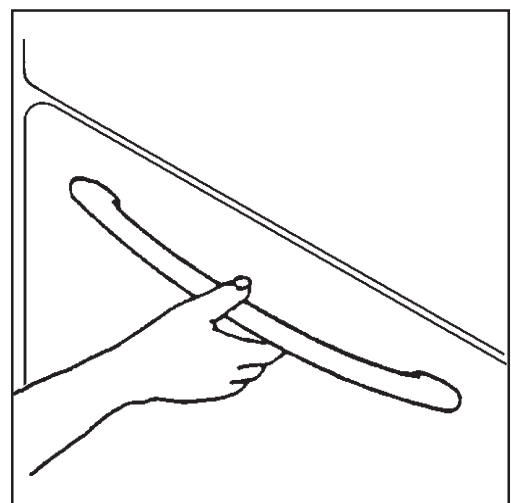

Fig. 6
**Pour ouvrir la porte du four, empoignez toujours la poignée au centre (Fig. 6).**